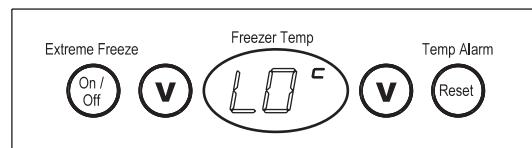
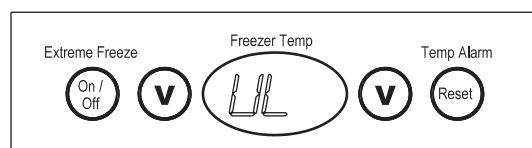

Figure 5
Figure 6
Appuyez sur la touche ALARM RESET et maintenez-la enfoncée jusqu'à ce que le tableau de commande émette un bip pour activer ou désactiver le verrouillage du tableau de commande. Le verrouillage permet d'éviter de changer accidentellement les réglages de température et de congélation extrême. « LO°C » s'affiche pendant trois (3) secondes pour indiquer que le tableau de commande est verrouillé (figure 5). Une fois le verrouillage activé, « LO°C » s'affiche pendant trois (3) secondes à chaque fois que vous appuyez sur une touche. Lorsque le verrouillage est désactivé, « UL » s'affiche pendant 1 seconde (figure 6).